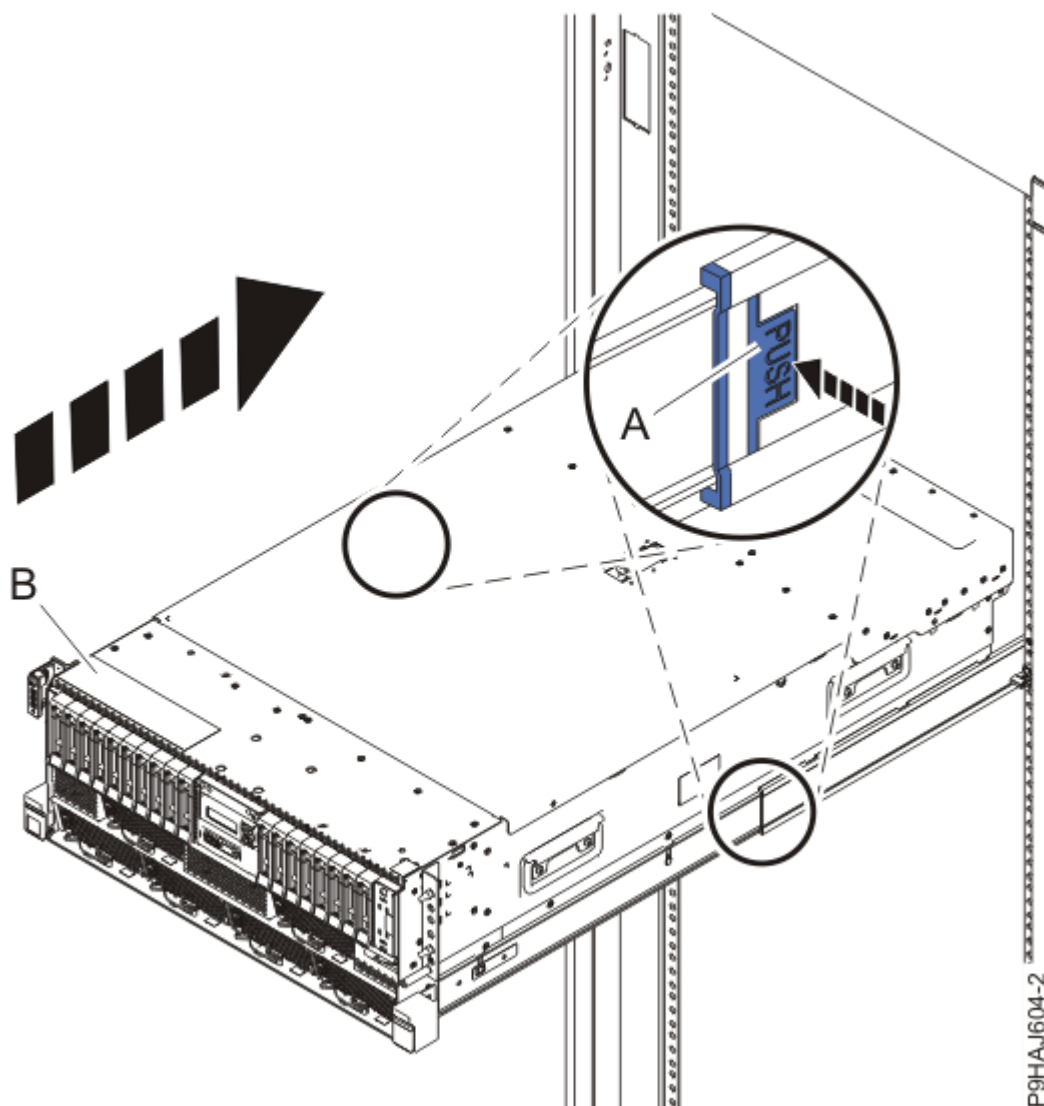

Figure 88. Mise en position de fonctionnement du système
3. Pour un système monté en armoire, déverrouillez les loquets de sécurité bleus (**A**) en les poussant vers l'intérieur, comme illustré dans la Figure 88, à la page 93.